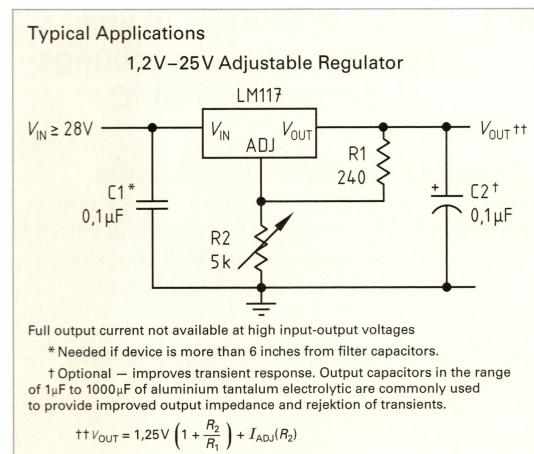

Bild 1: Linearer Spannungsregler (Datenblattauszug)
- Ein Spannungsregler nach Datenblattauszug **Bild 1** soll bei einer Eingangsspannung von 15 V für eine Ausgangsspannung von 12 V bemessen werden. Berechnen Sie a) das Verhältnis R_2/R_1 , b) den Widerstand R_2 für $I_{ADJ} \approx 50 \mu A$.